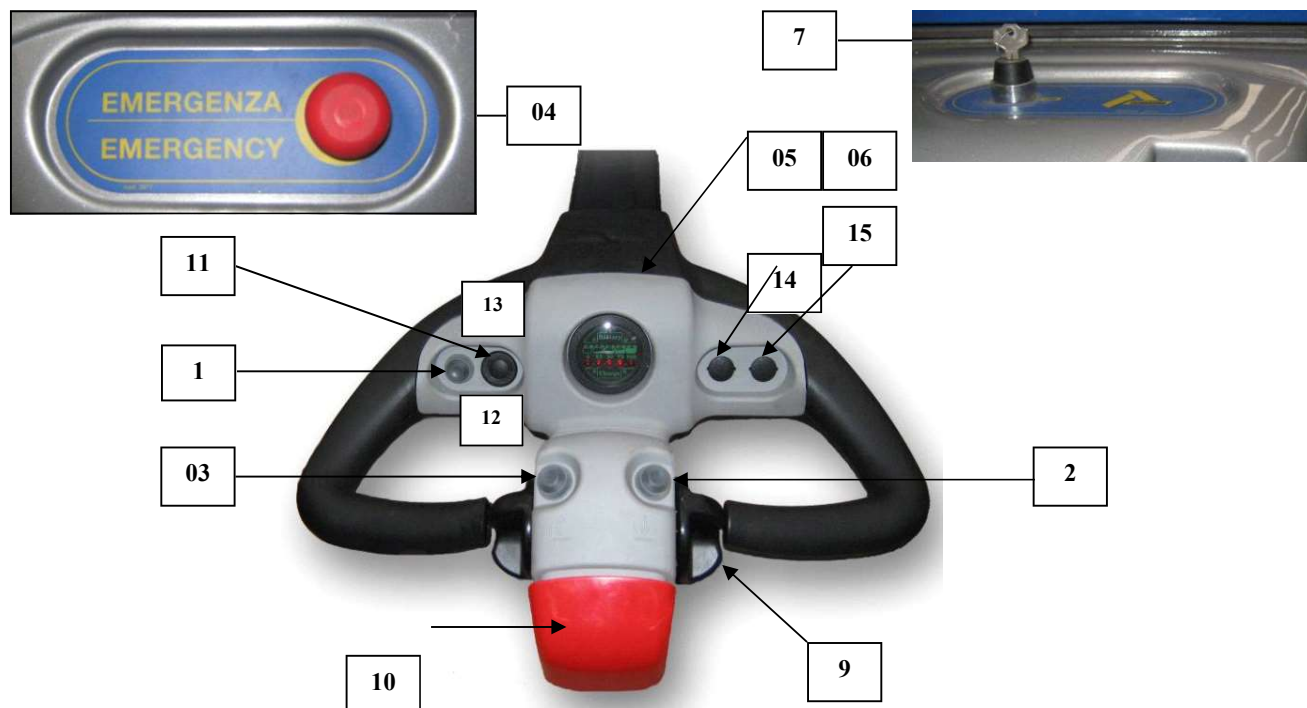

Fig. 4.2 Comenzile panoului
- Pentru ridicarea și coborârea furcilor, apăsați butoanele aferente, poziționate pe volan (02-03 butoane sau pe maneta 08, a se vedea Fig. 4.2).